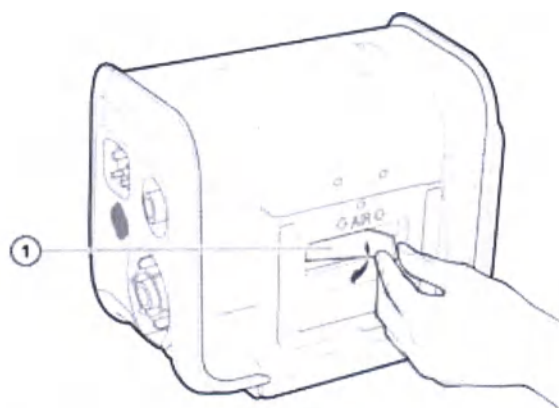

Рисунок 11-2. Извлечение впускного воздушного фильтра (1)
7. Установите новый впускной воздушный фильтр-пылеотделитель (рис. 11-2) или промойте уже используе-